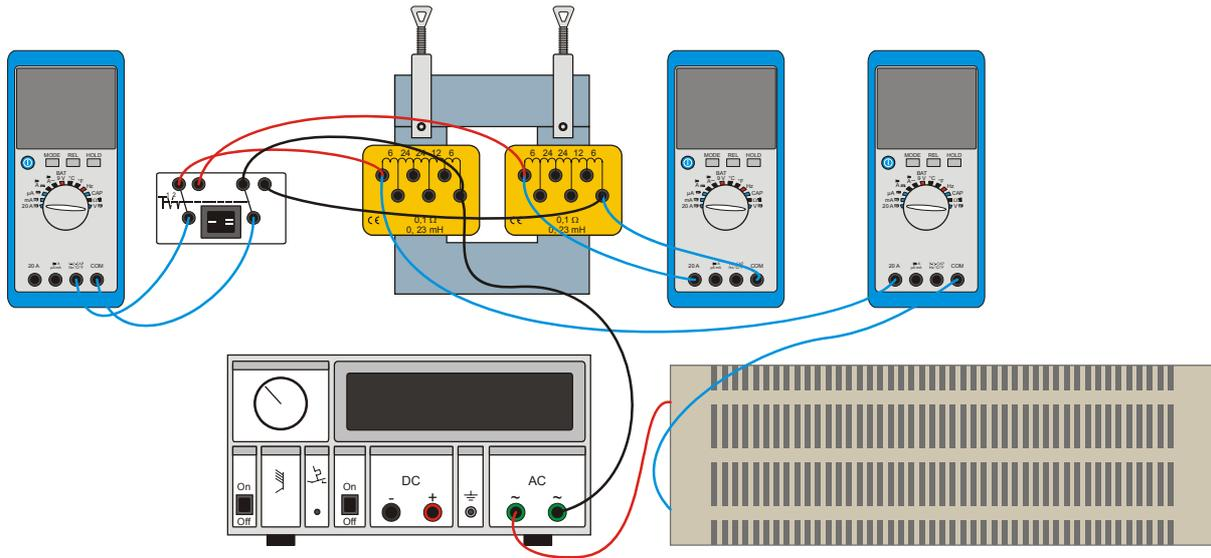

Fig. 1: Montaje experimental.
- Se monta un transformador compuesto de un núcleo de transformador y dos bobinas para bajas tensiones de 72 espiras, de acuerdo con la Fig. 1.